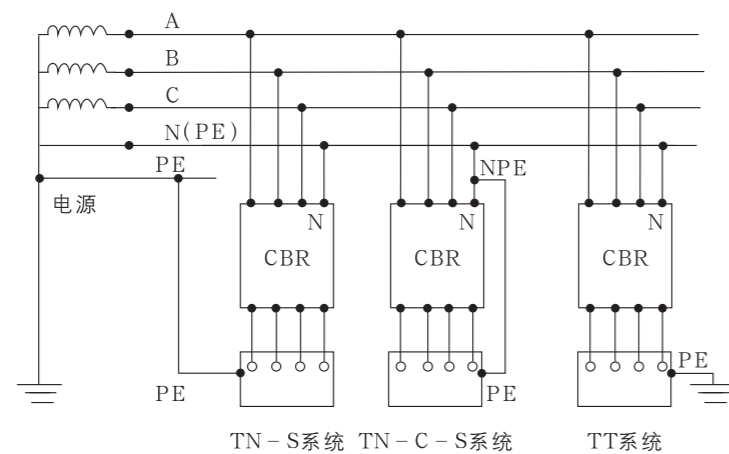

图6 接线方式
(1) 线路末端的插座回路、手持移动电器的保护选用 $I_{\Delta n}$ 为30mA的断路器，在订货时需特殊说明。 $I_{\Delta n}$ 为30mA的断路器漏电动作时间为 $\leq 0.2s$ ，无延时型。
(2) 非末端保护的配电回路断路器的额定剩余动作电流（ $I_{\Delta n}$ ），一般可按线路工作电流的千分之一选用。其分断时间优先选用延时型。
(3) 三相四线的负载电路必须使用三极四线（或四级）断路器，优先选用三极四线断路器。
9.2、接线方式见图6